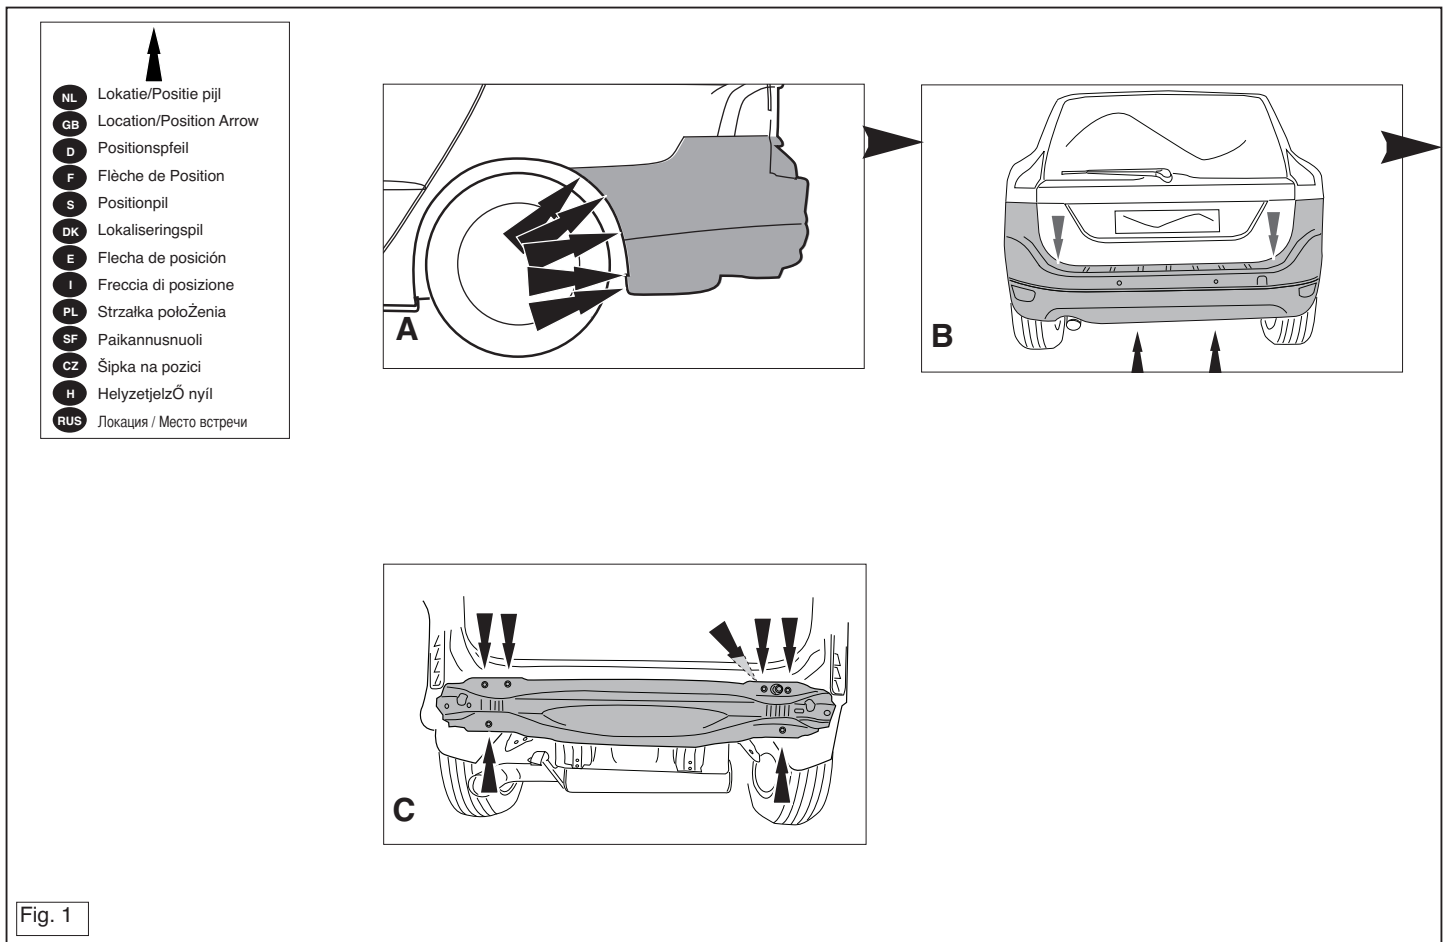

Fig. 1
1. Die Stoßstange einschließlich des stählernen Stoßbalkens vom Fahrzeug abmontieren. Siehe Abbildung 1.
1. Déposer le pare-chocs du véhicule y compris la traverse en acier. Voir la figure 1.